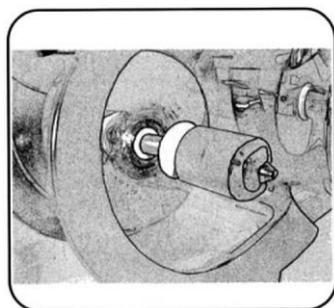

Рис. 36
8. Затем смочить водой уплотнения спирали (рис. 36).